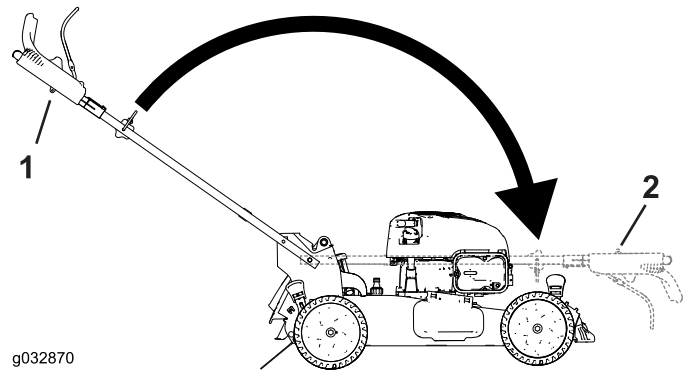

Figura 28
2. Pliegue el manillar hacia adelante (Figura 28).